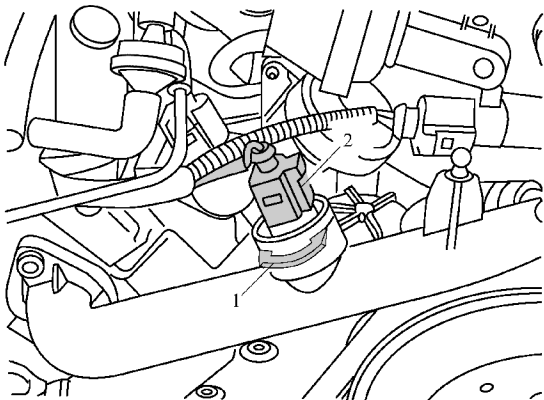

图 1-5-48 脱开冷却液温度传感器 G62 上的插接器
- (1) 放出冷却液，拆下前部发动机罩。
- (2) 脱开冷却液温度传感器 G62 上的插接器 2，如图 1-5-48 所示。
- (3) 拔出固定夹 1 和冷却液温度传感器 G62。